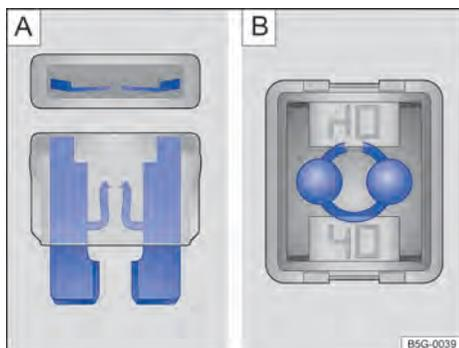

Fig. 197 Fusível queimado: A) fusível plano, B) fusível de bloqueio.
- Um fusível plano (ATO®, MINI®) queimado é reconhecido de cima ou de lado pela carcaça transparente nas faixas metálicas derretidas → Fig. 197 A).
- Um fusível de bloqueio (JCASE®) queimado é reconhecido pelas faixas metálicas derretidas por cima da carcaça transparente → Fig. 197 B).